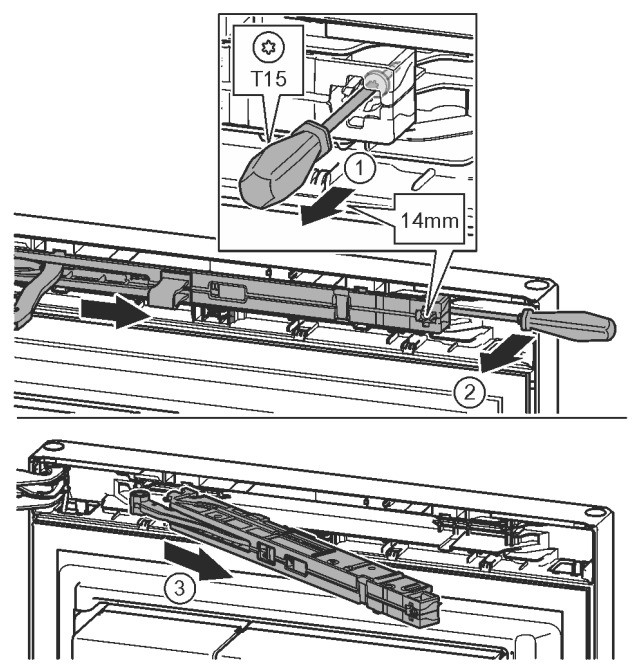

Fig. 12
- ▶ Schroef op de sluitdempeeenheid met schroevendraaier T15 ca. 14 mm losdraaien. Fig. 12 (1)
- ▶ Een schroevendraaier aan de kant van de handgreep achter de sluitdempeeenheid plaatsen en naar voren draaien. Fig. 12 (2)
- ▶ Sluitdempeeenheid eruit trekken. Fig. 12 (3)